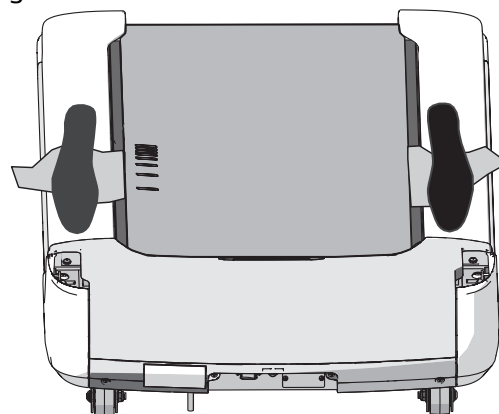

Figura 2
7. Párese firmemente en ambos extremos de la toalla, manteniendo sus pies fuera de la faja para correr de la caminadora (Figura 2). Agárrese usando los manillares o los agarres laterales.